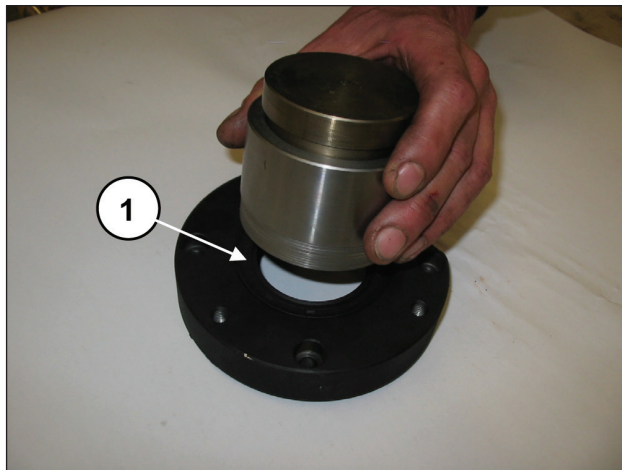

Fig. 64
Premontare i coperchi cuscinetto PTO destro e sinistro: Inserire l'anello di tenuta radiale all'interno del coperchio cuscinetto PTO mediante l'utilizzo dell'attrezzo cod. 27548200 (pos. ①, Fig. 64).